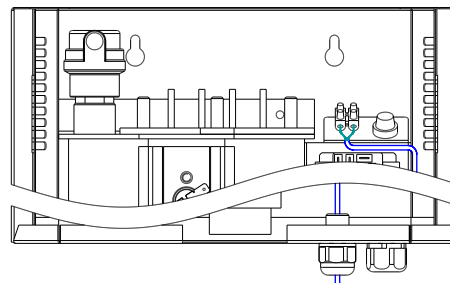

Рис.3 Подключение внешнего термостата
- Установить по необходимости внешний датчик температуры воздуха (внешний термостат) на высоте 1,5м от пола, исключив прямое воздействие на него солнечных лучей, потоков воздуха от нагревательных приборов, вентиляторов и т.д. При подключении внешнего термостата, кабель ввести через соответствующий кабельный ввод водонагревателя и подключить к клеммной колодке, обозначенной «Внешний термостат», предварительно удалив перемычку (Рис.3).